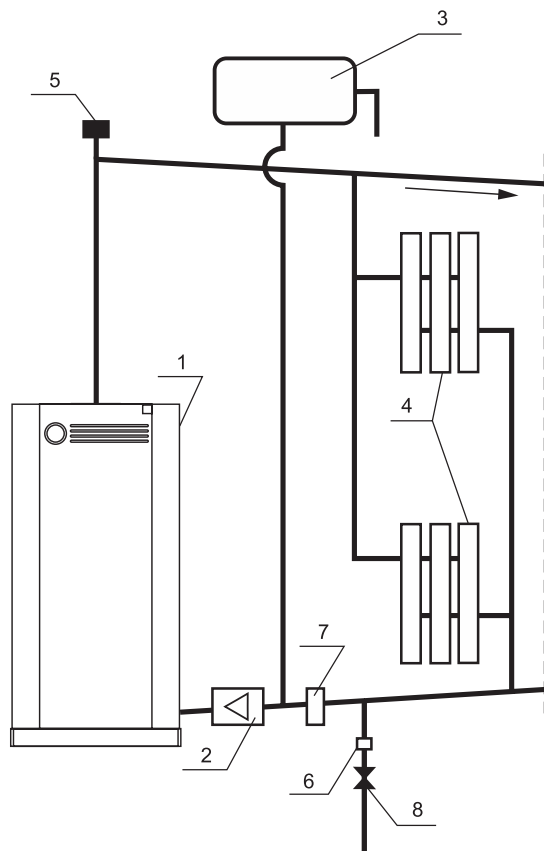

**Рис. 2.**
- 6.7. Расширительный бачок устанавливается в верхней точке главного стояка, желательно в отапливаемом помещении. Запрещается устанавливать вентиль на сигнальной трубе (см. рис. 2, 3).